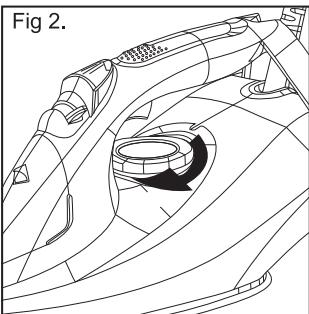

Fig 3.
- El aparato dispone del mando (C) que permite regular el flujo de vapor. (Fig. 3, 4 y 5)